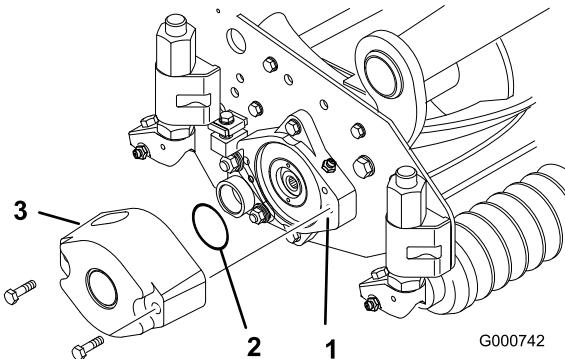
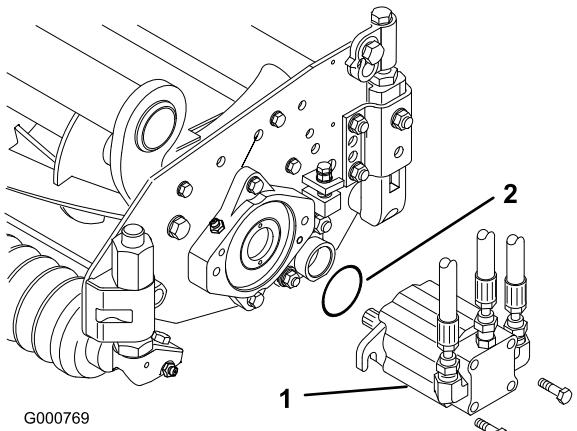

図 4
図 7
- 大きなOリングにグリスを塗り、カッティングユニット両側のベアリング・ハウジングの溝にそれぞれ取り付ける（図4と図7）。
- 付属のキャップスクリュを使って、各カッティングユニットにカウンタウェイトを取り付ける（図4）。
13. リールモータを各カッティングユニットに装着し、付属のキャップスクリュ2本で固定する(図 7)。